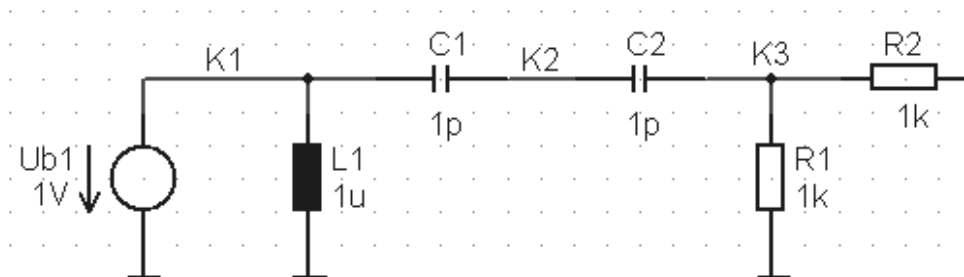
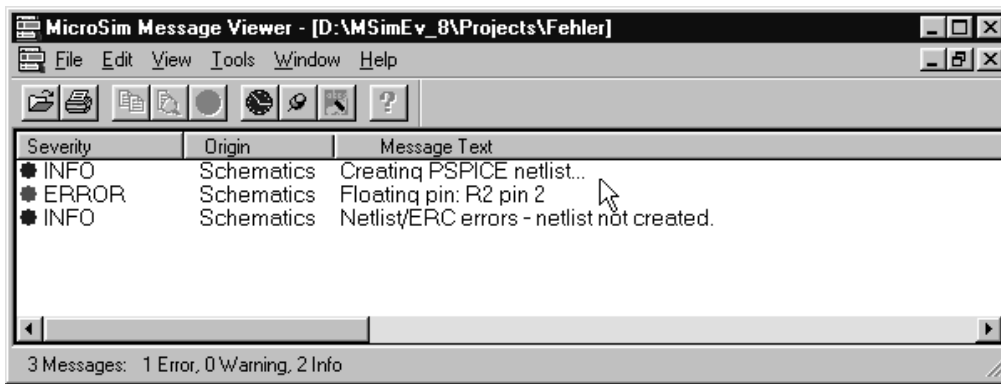

Abbildung 35: Schaltplan mit typischen Fehlern
Abbildung 36: Fenster *MicroSim Message Viewer*
Die typischen Fehler werden anhand des Schaltplans in Abb. 35 erläutert, der mehrere Fehler enthält. Wenn eine Fehler auftritt, erscheint vor oder nach der Simulation der *MicroSim Message Viewer* mit den Fehlermeldungen, siehe Abb. 36.
- *Floating Pin*: Ein Anschluß eines Bauteils ist nicht angeschlossen, z.B. bei R2 in Abb. 35. Dieser Fehler tritt bereits bei der Erzeugung der Netzliste auf; es wird ein Dialog mit dem Hinweis *ERC: Netlist/ERC errors - netlist not created* und, nach Betätigen von *Ok*, der *Message Viewer* mit dem Fehlerhinweis *ERROR Floating pin: R2 pin 2* angezeigt. Im allgemeinen muß jeder Anschluß beschaltet sein. Eine Ausnahme sind speziell konfigurierte Bauteile oder Makromodelle,
- *Node <Knotenname> is floating*: Die Spannung eines Knotens kann nicht ermittelt werden, weil sie unbestimmt ist; das ist in Abb. 35 beim Knoten *K2* der Fall. Diese Fehlermeldung tritt immer dann auf, wenn an einem Knoten nur Kapazitäten und/oder Stromquellen angeschlossen sind; durch letzteres ist die Kirchhoffsche Knotenregel nicht erfüllt. Jeder Knoten muß über einen Gleichstrompfad nach Masse verfügen, damit die Knotenspannung eindeutig ist. Im Fall des Knotens *K2* in Abb. 35 kann man z.B. einen hochohmigen Widerstand von *K2* nach Masse ergänzen, um den Fehler zu beheben.
- *Voltage and/or inductor loop involving <Bauteil>*: Es existiert eine Masche aus Spannungsquellen und/oder Induktivitäten, die gegen die Kirchhoffsche Maschenregel verstößt, z.B. wird in Abb. 35 die Spannungsquelle *U1* durch die Induktivität *L1* gleichspannungsmäßig kurzgeschlossen.